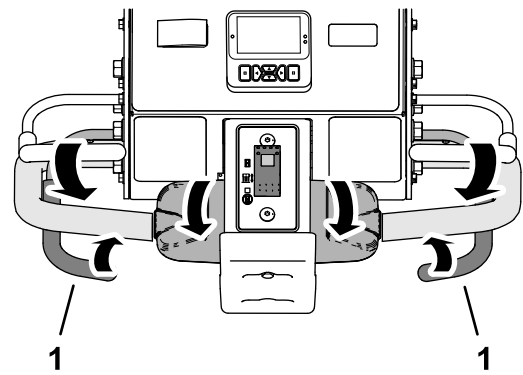

Bild 87
3. Schließen Sie entweder den linken oder rechten Aerifizierbügel (Bild 87).